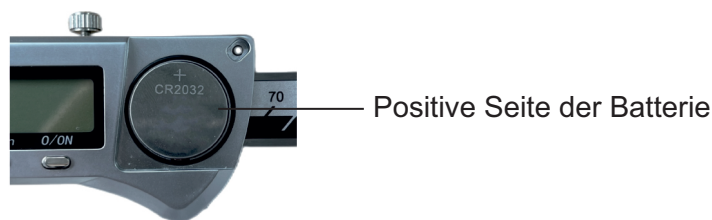

Abb. 2
- » Setzen Sie eine CR2032-Batterie mit der positiven Seite (+) nach außen ein (Abb. 2).